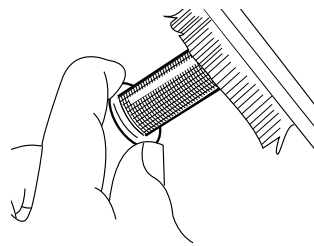

Fig.20
1. Utiliser un tournevis Philips pour retirer la vis du pare-étincelles (Fig. 20).
2. Utiliser une brosse pour éliminer les dépôts de carbone de l'écran du pare-étincelles (Fig. 20). Vérifier si l'écran du pare-étincelles n'est pas troué ou déchiré. Remplacer le pare-étincelles si nécessaire.